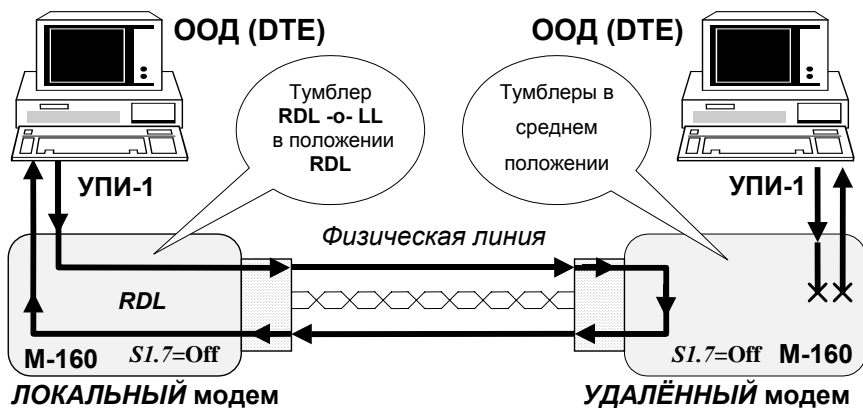

Рис. 10 Проверка Удаленный шлейф (RDL)
Проверка *Удаленный шлейф (RDL)* устанавливает заворот данных (шлейф) на **УДАЛЕННОМ** модеме в сторону **ЛОКАЛЬНОГО** модема. Проверка *Удаленный шлейф (Remote Digital Loopback)* обеспечивает возможность полной проверки канала передачи данных, образованного с помощью двух модемов М-160. Рис. 10 иллюстрирует принцип проверки *Удаленный шлейф (RDL)* для одного направления. Модем позволяет выполнить проверку канала передачи данных как с помощью внешнего ООД (DTE), так и в автономном режиме с помощью встроенного анализатора – **BER**-тестера.
Для организации проверки канала передачи данных в режиме *Удаленный шлейф (RDL)* с помощью ООД (DTE) необходимо подключить модемы и установить микропереключатели в требуемое положение (микропереключатель *S1.7=Off*). Затем на одном модеме, назовем этот модем **ЛОКАЛЬНЫМ**, необходимо установить тумблер **RDL-o-LL** в положение **RDL**. На другом модеме, см.Рис. 10, назовём его **УДАЛЕННЫМ**, тумблеры должны находиться в среднем положении (рабочий режим).
1. **ЛОКАЛЬНЫЙ** модем переводит выходную цепь *DCD* УПИ-1 в пассивное состояние, гасит индикатор **CD**, затем переводит **УДАЛЕННЫЙ** модем в режим заворота данных в физическую линию, см.Рис. 10.